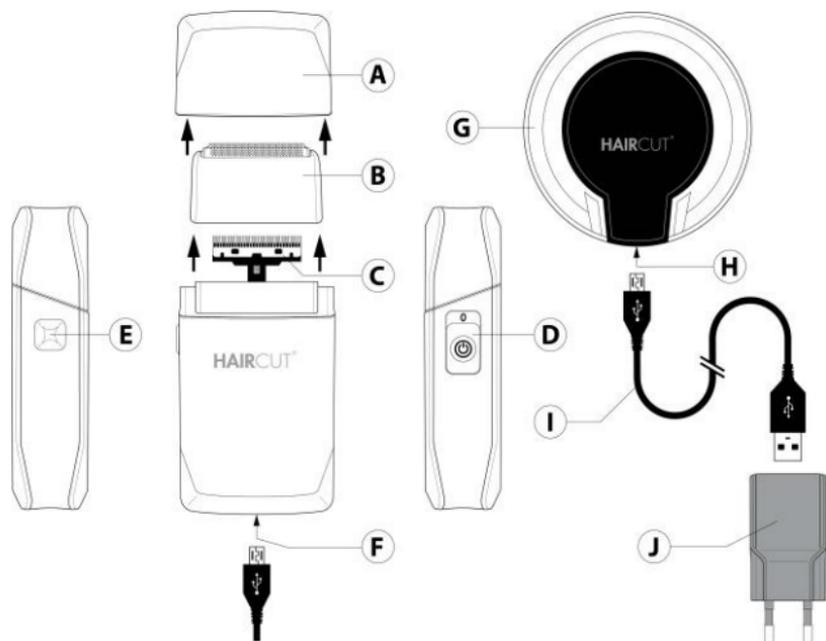

Fig. 1
(voir figure 1)
Pendant la charge, il est recommandé de mettre l'appareil à l'arrêt (bouton Marche / Arrêt (Fig. 1-D).
- Insérer le câble d'alimentation (Fig. 1-I) dans la fiche d'alimentation directe de l'appareil (Fig. 1-F) et dans l'unité d'alimentation (Fig. 1-J).
- Brancher l'unité d'alimentation (Fig. 1-J) dans une prise secteur.
- Pendant la charge, le témoin de charge est rouge (Fig. 1-D).
- Insérer le câble d'alimentation (Fig. 1-I) dans la fiche d'alimentation directe du chargeur à induction (Fig. 1-H) et dans l'unité d'alimentation (Fig. 1-J).
Lorsque la batterie est neuve et totalement chargée, l'appareil peut être utilisé sans fil durant 120 minutes environ. Avant la fin de l'autonomie, le témoin de charge clignote en rouge (Fig. 1-D). Mettre l'appareil en charge.
- Retirer le cache de protection (Fig. 1-A).
- Mettre l'appareil en marche en poussant le bouton glissière Marche/Arrêt (Fig. 1-D).
- Pour arrêter la tondeuse, pousser à nouveau le bouton glissière Marche/Arrêt (Fig. 1-D).